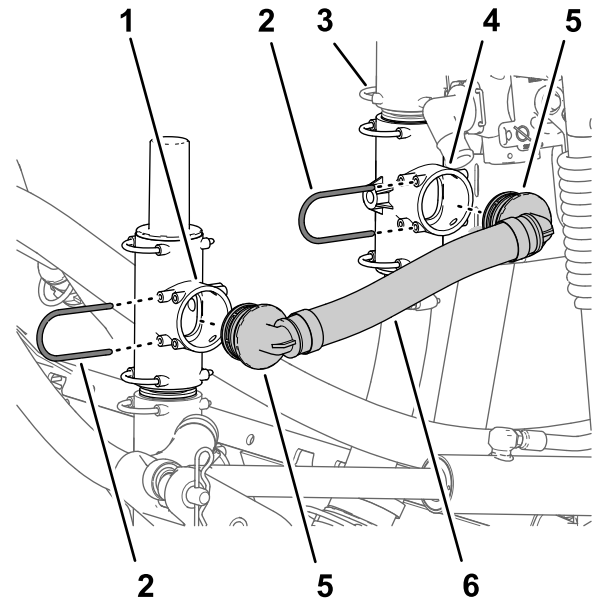

図 10
1. 圧力解放ホースアセンブリの 90° フィッティングを、圧力解放バルブの下にある開いているポートに整列させ、90° フィッティングをポートの奥まで完全に入れる 図 10。
2. 90° リテーナ付き T 字フィッティング 図 10 ステップ 2 ホースを取り外す (ページ 5) で外したものを。
3. 圧力解放ホースアセンブリのもう一方の 90° フィッティングを、下側 T 字フィッティングバルブマウントに固定の空いているポートに整列させ、90° フィッティングをポートの奥まで完全に入れる 図 10。
4. 90° フィッティングを上側 T 字フィッティングに固定する 図 10 ステップ 2 ホースを取り外す (ページ 5) で外したリテーナを使用する。
4. リテーナを使って、バーブ付きストレートフィッティングをエダクタバルブ図 10に固定する。